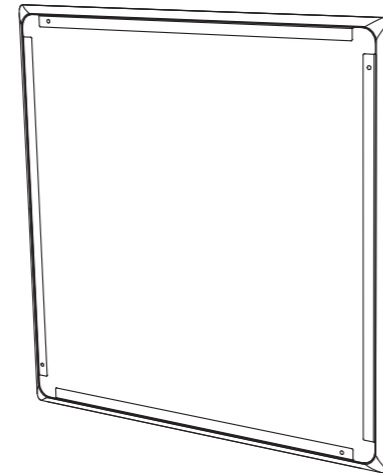

Fig. 19. Install the paint mask
- Appuyez sur le masque de peinture à l'avant de la boîte arrière, où il sera maintenu en place par des aimants. Ce masque est laissé en place pendant que le plafond et le contour du cadre sont peints (Fig.19).